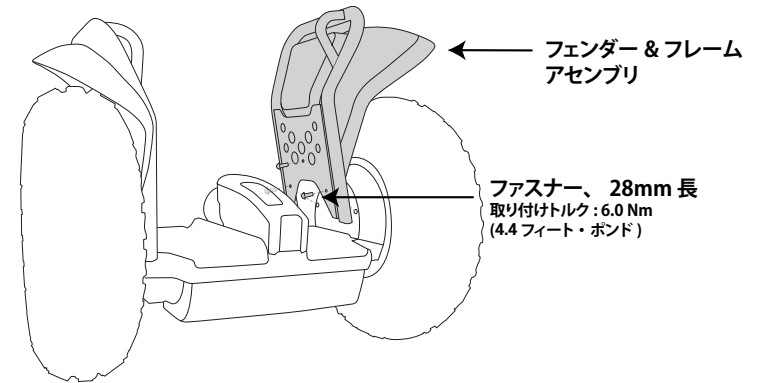

図1. タイヤ & フレーム アセンブリの取り外しと取り付け
2. フェンダー & フレームアセンブリをセグウェイ PT から外すには、4mm 六角レンチを使って、3 本の 28mm ファスナーを外します。図1を参照してください。